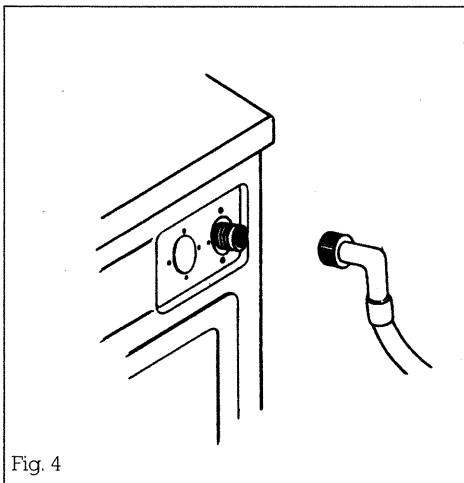

Fig. 4
- 1.- Conecte el extremo acodado del tubo en la entrada roscada de la electroválvula situada en la parte posterior del aparato (Fig. 4).